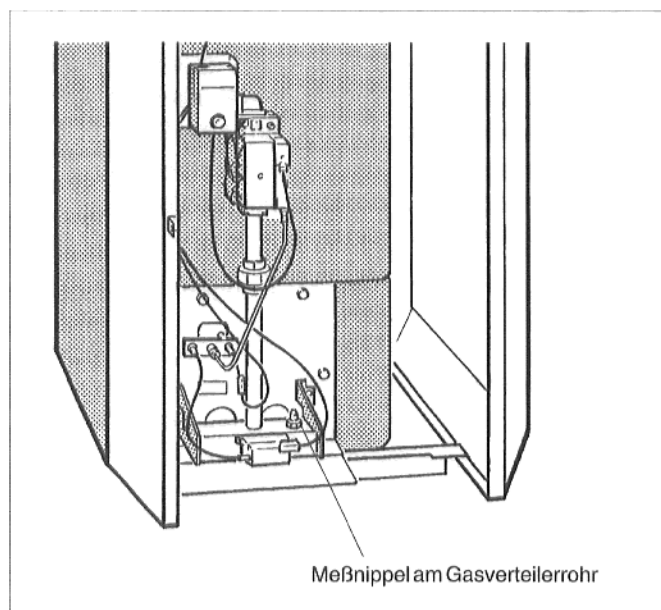

Abb. 25: Gasbrenner
- Verschlußschraube des Meßnippels am Gasverteilerrohr zwei Umdrehungen lösen (Abb. 25).